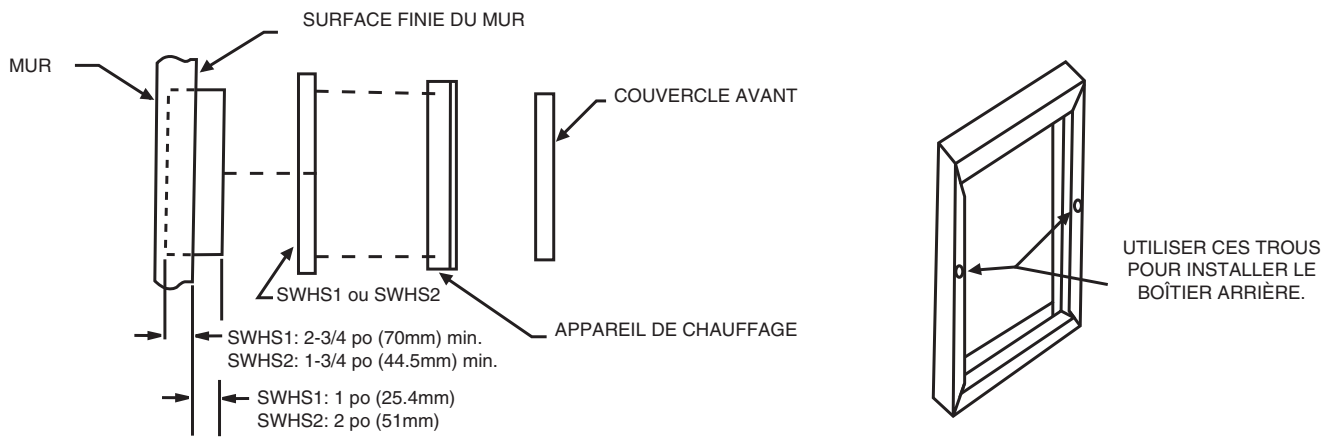

FIGURE 2
1. Lorsque le manchon SWHS1 est utilisé, le bord avant du boîtier arrière doit être à 1 po (25.4 mm) au-delà de la surface finie du mur. Lorsque le manchon SWHS2 est utilisé, le bord avant du boîtier arrière doit être à 2 po (51 mm) au-delà de la surface finie du mur (Voir la Figure 2).
1. Placer le manchon semi-encastés sur le boîtier arrière et le fixer au moyen de deux (2) vis n° 6 x 3/8 po (3.5 mm X 9.5 mm) (fournies) vissées dans les trous, tel qu'indiqué à la Figure 2.